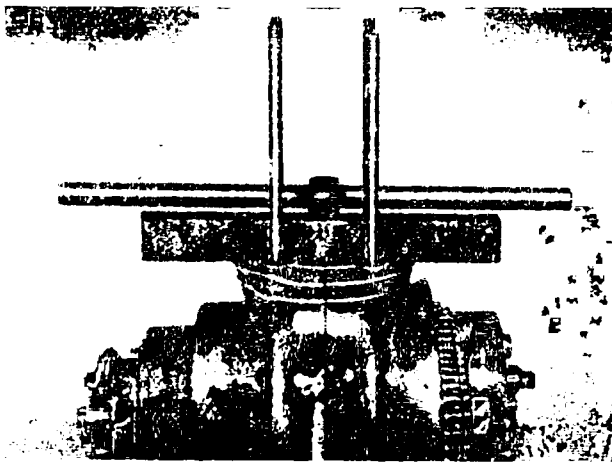
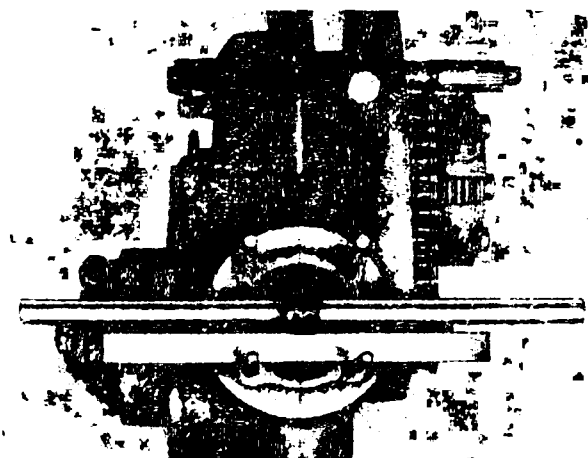

Bild 95. Prüfen der Pleuelstange auf Verwinklung
Bild 96. Prüfen der Pleuelstange auf Verschränkung
27. Vierkanteleiste Nr. 0623 oder Stahllineal auf Gehäuseflansch auflegen und an Stiftschrauben zur Anlage bringen. Silberstahlstab 12 mm durch Pleuelauge stecken. Pleuel auf Verwinklung durch Anvisieren von vorn (Bild 95) und auf Verschränkung durch Anvisieren von oben (Bild 96) prüfen. Bei Verwinklung oder Verschränkung Pleuel ausrichten mittels in Pleuelauge gesteckten Rundstahlstabes von 12 mm (keinesfalls Visierstab dazu verwenden!).